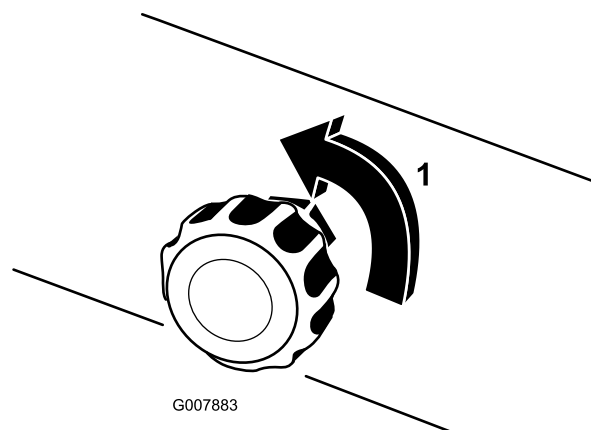

Рисунок 19
5. При первом использовании поверните ручку клапана настройки плотности пены на $1/8$ – $1/4$ оборота против часовой стрелки (Рисунок 19).